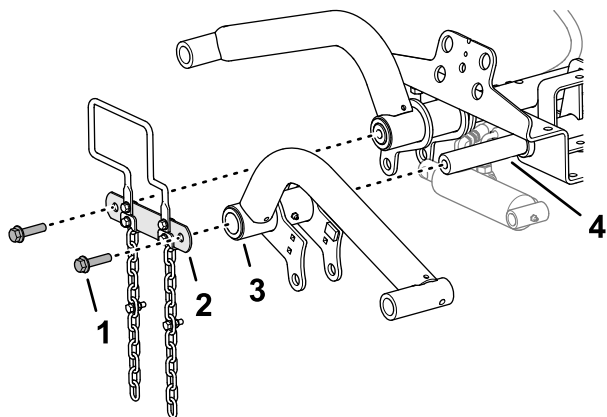

图 11
1. 将提升臂组装到提升臂枢轴上如 图 11 所示。
2. 使用您在 准备安装提升臂 \(页码 14\) 中卸下的 2 个凸缘平头螺丝 1/2 x 2 英寸将枢轴连杆组装到提升臂枢轴 图 11。